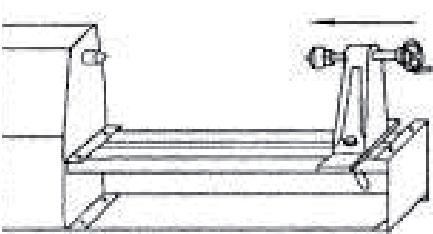

Рис. 12
- Посуньте задню бабку впритул до обертового центру (рис. 12а).
- Послабте 4 болти під шестигранний ключ навколо обертового центру (рис. 12б).
Рис. 12б